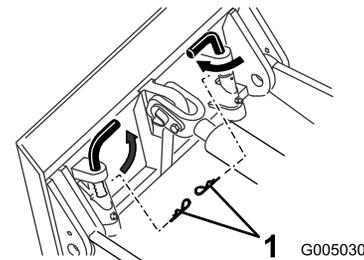

Bild 9
- Einige ältere Modelle der Zugmaschinen haben Löchern durch die Federn und Schnellkupplungsstifte an der Befestigungsplatte (Bild 9), sodass zwei Splinte beim Pflügen von langen Bahnen montiert werden können. Dies stellt sicher, dass die Stifte nicht durch die Vibration des Pflugs gelöst werden.